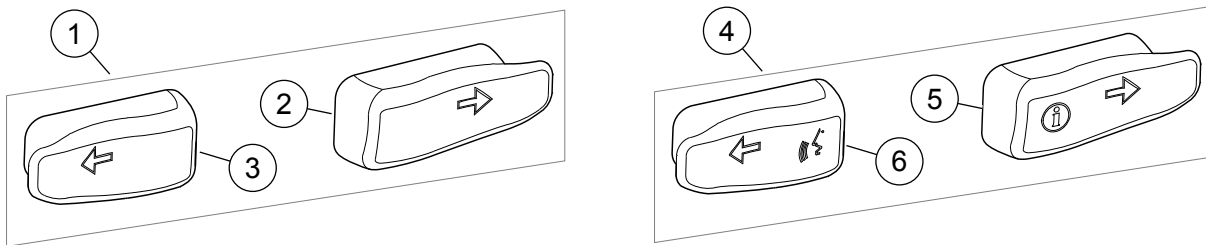

Figura 3. Kits de tapas de extensión para interruptor de las señales de giro
Vea Figura 3 y Tabla 1.
2. Vea Figura 3. Escoja la tapa de extensión del interruptor de las señales de giro correcta del kit.